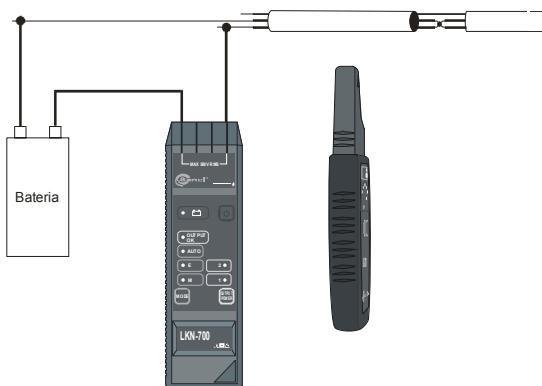

Рис.11 Поиск места короткого замыкания проводов
- Клавишей **4** установить режим работы «ток-напряжение» „M+E” или „AUTO” (Рис.11.а) или, возможно, «ток» „M”, если используется внешний источник питания (Рис.11.б);
При высоком сопротивлении цепи напряжение генератора может оказаться недостаточным для создания соответствующего тока: 10 мА, 20 мА или 40 мА (диод **9** „OUTPUT OK” не светится). Тогда между генератором и одним из проводов следует подключить дополнительный источник с достаточно большим напряжением (Рис.11.b) и изменить режим работы генератора на «ток» „M”. В схеме с Рис.11.a можно использовать режим «силовой» „E”, помня об установке приемника в режим «ток» „M”.